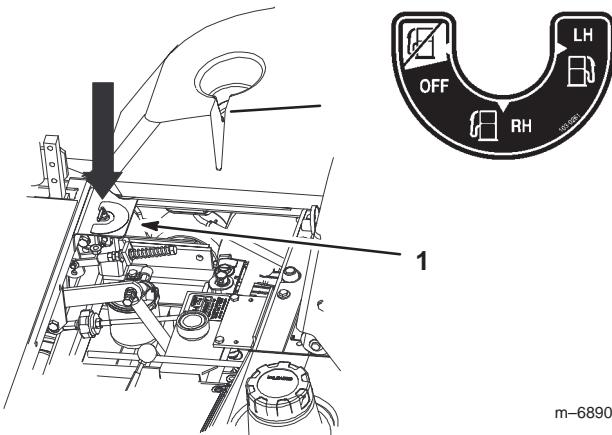

Figure 9
La machine possède deux réservoirs de carburant : un réservoir à gauche et un à droite. Chaque réservoir est raccordé au robinet d'arrivée de carburant sur le panneau de commande, d'où part une conduite d'alimentation commune reliée au moteur (Fig. 9).
Pour utiliser le réservoir de carburant gauche, tournez le robinet d'arrivée de carburant à la position LH, côté gauche. Pour utiliser le réservoir de carburant droit, tournez le robinet d'arrivée de carburant à la position RH, côté droit (Fig. 9).
5. Fermez le robinet d'arrivée de carburant avant de transporter la machine ou de la remiser (Fig. 9).